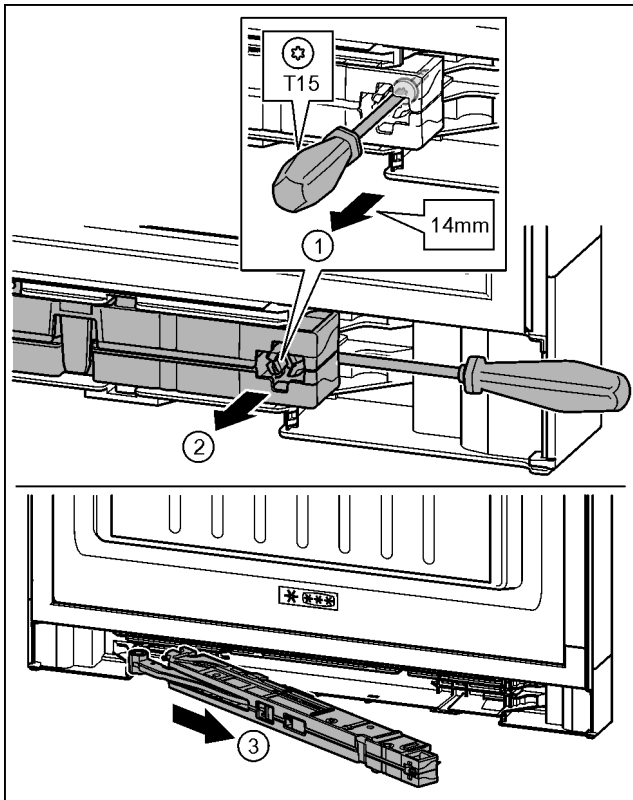

Fig. 19
- ▶ Schroef op de sluitdempeeenheid met schroevendraaier T15 ca. 14 mm losdraaien. Fig. 19 (1)
- ▶ De schroevendraaier aan de kant van de greep achter de sluitdempeeenheid aanbrengen. Eenheid naar voren draaien. Fig. 19 (2)
- ▶ Eenheid eruit trekken. Fig. 19 (3)